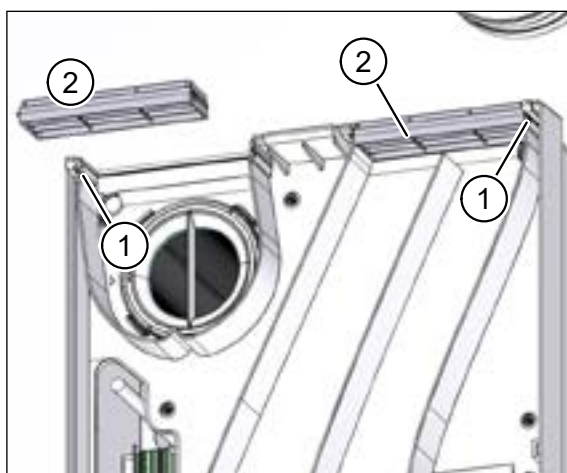

Рис. 45: убрать воздухораспределительную решетку
- ▶ Осторожно нажмите на оба «ушка» (поз. 1 на рис. 45) в направлении наружу и потяните обе воздухораспределительные решетки (поз. 2 на рис. 45) на себя.
- ▶ Снимите воздухораспределительные решетки (см. описание и рис. 45 в разделе 11.6.4 на стр. 39).